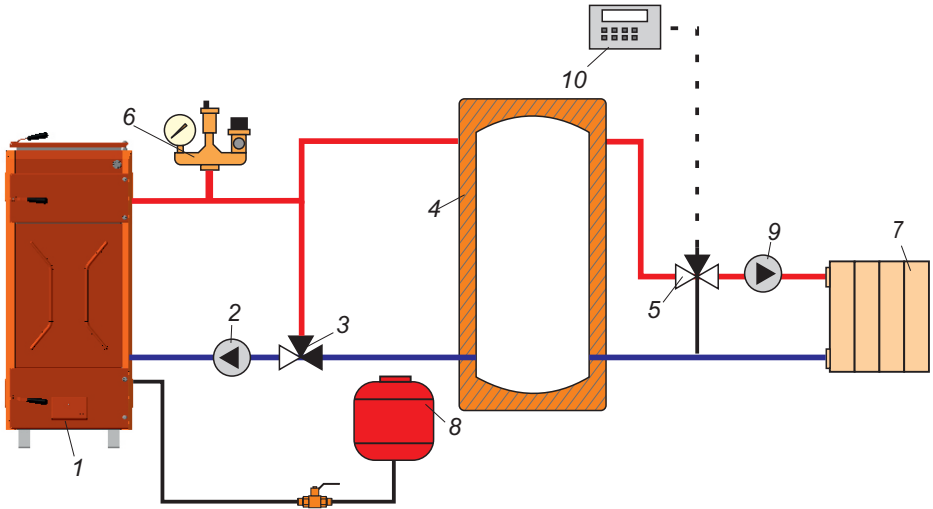

Рис.5. Зразок схеми монтажу котла в системі опалення
6.7. Принципова схема підключення котла до системи опалення приведена на рис.5. При підключенні котла попередньо необхідно провести пневмогідралічну промивку системи опалення.